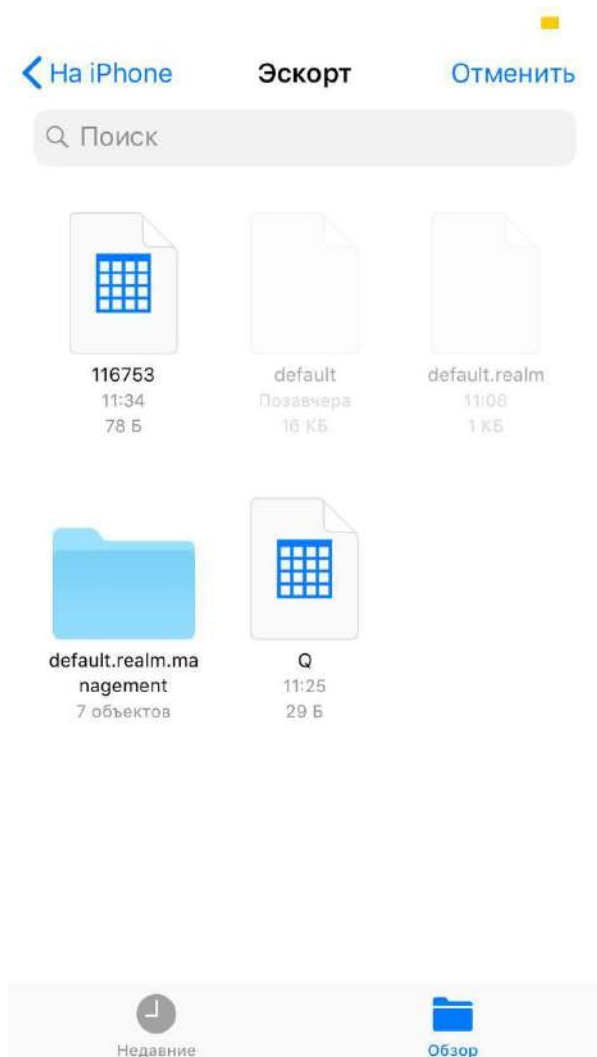
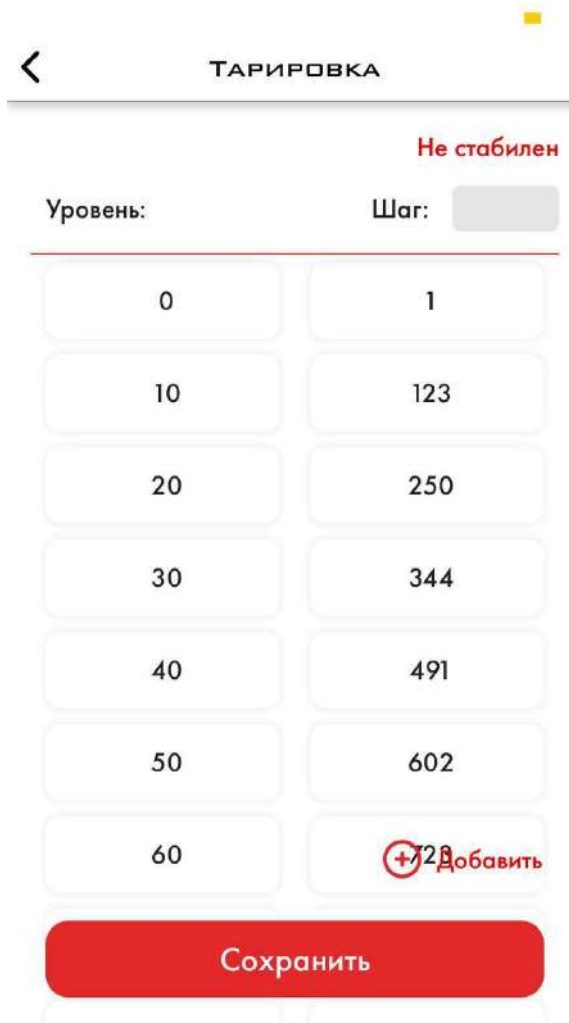

Рис. 49 Выбор файла из памяти смартфона
Рис. 50 Таблица добавлена. Нажмите Сохранить
2.7.4 Чтобы импортировать таблицу из файла, выберите вариант **Выбрать из файлов** (Рис. 48). Затем найдите нужную таблицу на своем смартфоне и выберите ее (Рис. 49). После этого вы можете изменить содержимое таблицы, если это необходимо. Нажмите **Сохранить**, чтобы сохранить таблицу в памяти Индикатора (Рис. 50). Повторите процедуру для каждого датчика.